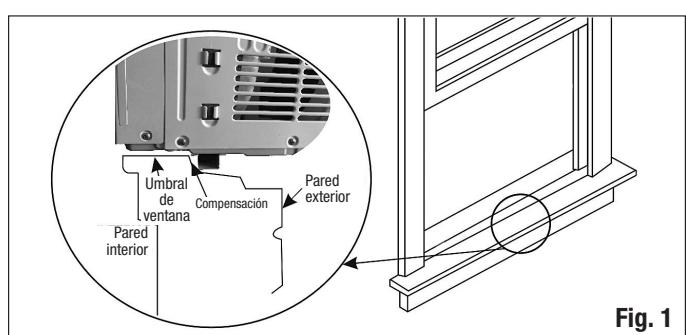

Fig. 1
- 3.La hoja inferior (la parte inferior de la ventana que se mueve hacia arriba y hacia abajo) debe permitir un espacio vertical de 14.5" para modelo 292853 o 16" de espacio vertical para modelo 293069, & 292854 cuando está abierto. (Fig. 1).